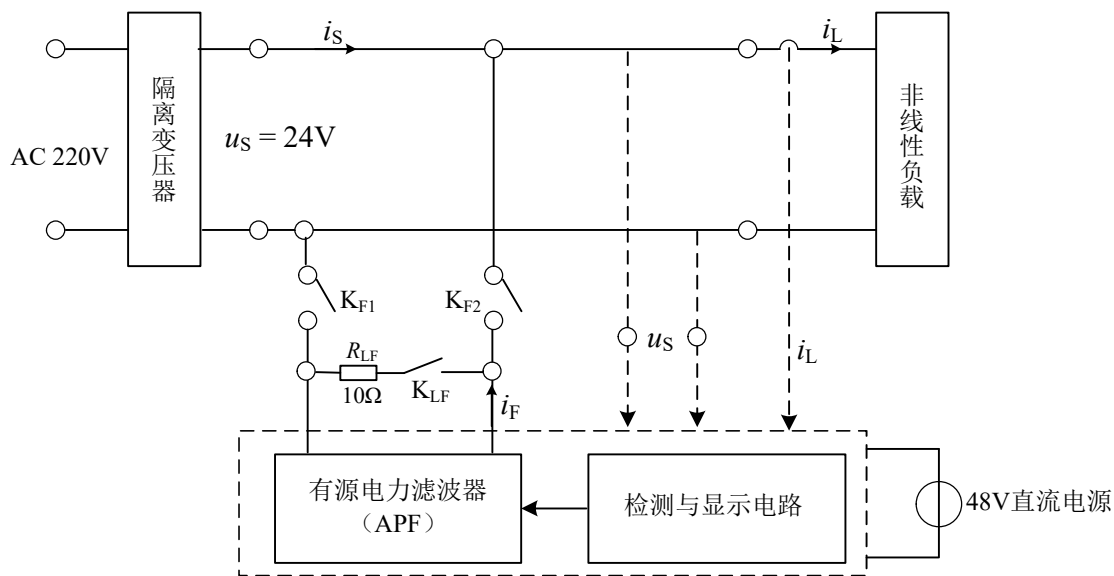
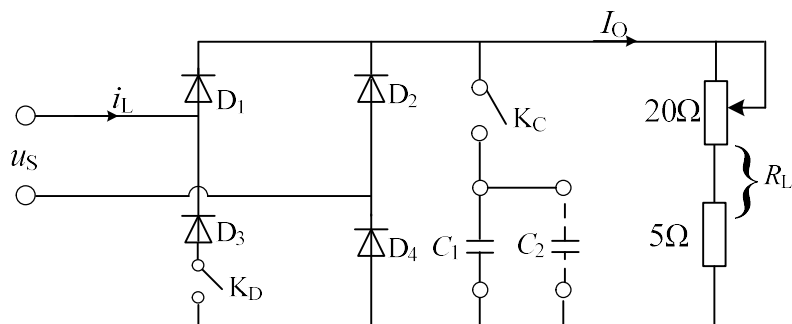

图 1 单相有源电力滤波实验装置结构框图
图 2 非线性负载电路原理图
设计并制作如图 1 所示单相有源电力滤波实验装置（简称装置），检测并显示非线性负载电流 i_L 及其谐波成分与含量，控制有源电力滤波器（APF）产生补偿电流 i_F ，降低网侧电流 i_S 中谐波含量。非线性负载电路如图 2 所示，开关 K_D 用以切换半波、桥式整流，开关 K_C 用以切换有、无电容滤波，测试时电容可在 $1000\sim 10000\mu\text{F}$ （电容额定电压不低于 100V ）范围内设置。
（1）设计并制作如图 2 所示非线性负载电路，要求 K_D 、 K_C 不同状态下的输出直流电流 I_0 的最大值均不小于 2A。
(1) 在调试过程中务必注意安全，谨防触电和烫伤，不要触及电烙铁、负载电阻等。
(2) 为简化设计，使用 48V、额定输出电流不小于 3A 的成品直流电源为装置供电（如图 1 所示），测试时该电源现场提供。除此以外，检测与显示模块、APF 不准再使用其他电源。
(3) 制作非线性负载电路时，需设置两个滤波电容端口（图 2 中 C_1 、 C_2 所示），方便测试时更换、并接不同容值的电容。
(4) 选择合适尺寸的显示器和适当的显示方式，保证装置至少清晰显示 2 个周期的波形及各项测量结果，可以通过按键切换两个页面显示。
(5) 本题中 i 次谐波电流含有率 $H_i = \frac{I_{iRMS}}{I_{1RMS}} \times 100\%$ ，其中， I_{iRMS} 为 i 次谐波